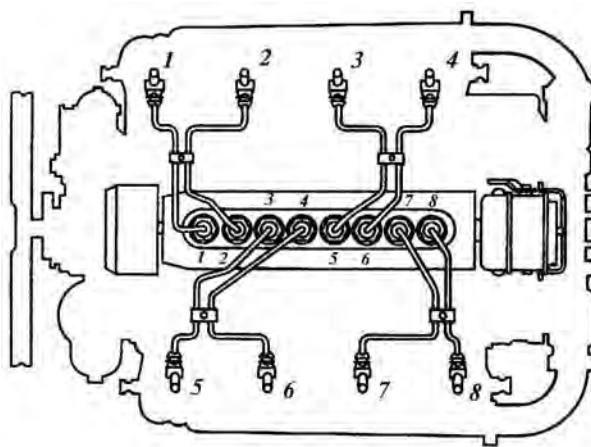

Рис.11.31. Порядок соединения трубопроводов высокого давления
5. Соедините секции насоса с форсунками трубопроводами высокого давления в порядке, показанном на рис. 11.31.